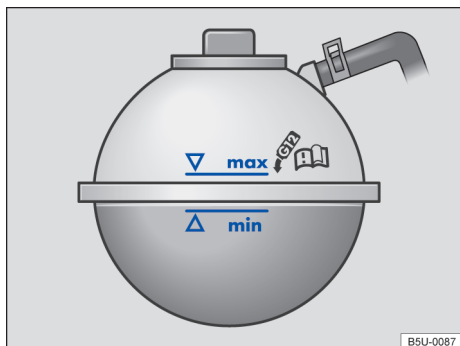

Fig. 129 No compartimento do motor: marcação no reservatório de expansão do líquido de arrefecimento do motor.
- Com o motor frio, verificar o nível do líquido de arrefecimento do motor pela marcação lateral do reservatório → Fig. 129.
- Reabastecer somente com líquido de arrefecimento do motor **novo** e de acordo com a especificação da Volkswagen (→ Página 171) → ①.
- O nível do líquido de arrefecimento do motor deve permanecer dentro da marcação do reservatório → Fig. 129. **Não completar acima da marca "max"** → ①!
- Se em caso de emergência não houver à disposição o líquido de arrefecimento do motor dentro da especificação exigida, não utilizar nenhum outro aditivo do líquido de arrefecimento do motor! Em vez disso, completar somente com **água XYGH LUXU** → ①. Depois disso, a mistura com a proporção correta de aditivo do líquido de arrefecimento do motor → Página 171 deve ser reestabelecida o mais rápido possível.
- Completar com líquido de arrefecimento do motor somente até a marca "max" → Fig. 129. Caso contrário, ao aquecer-se, o líquido excedente será expulso do sistema de arrefecimento do motor e poderá causar danos.